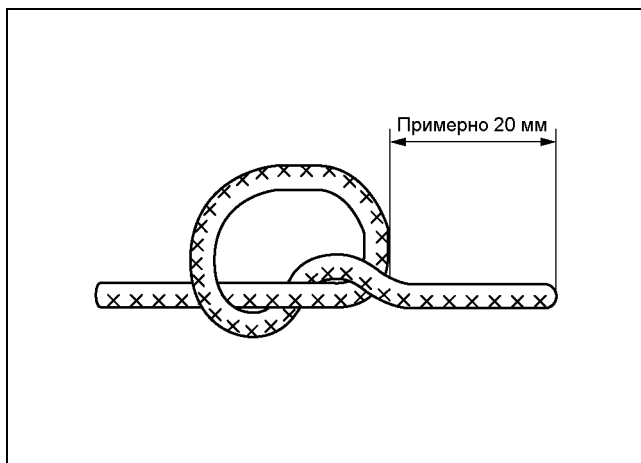

Рис. 13-8
- 2 Завяжите на конце троса узел. (Рис. 13-8)